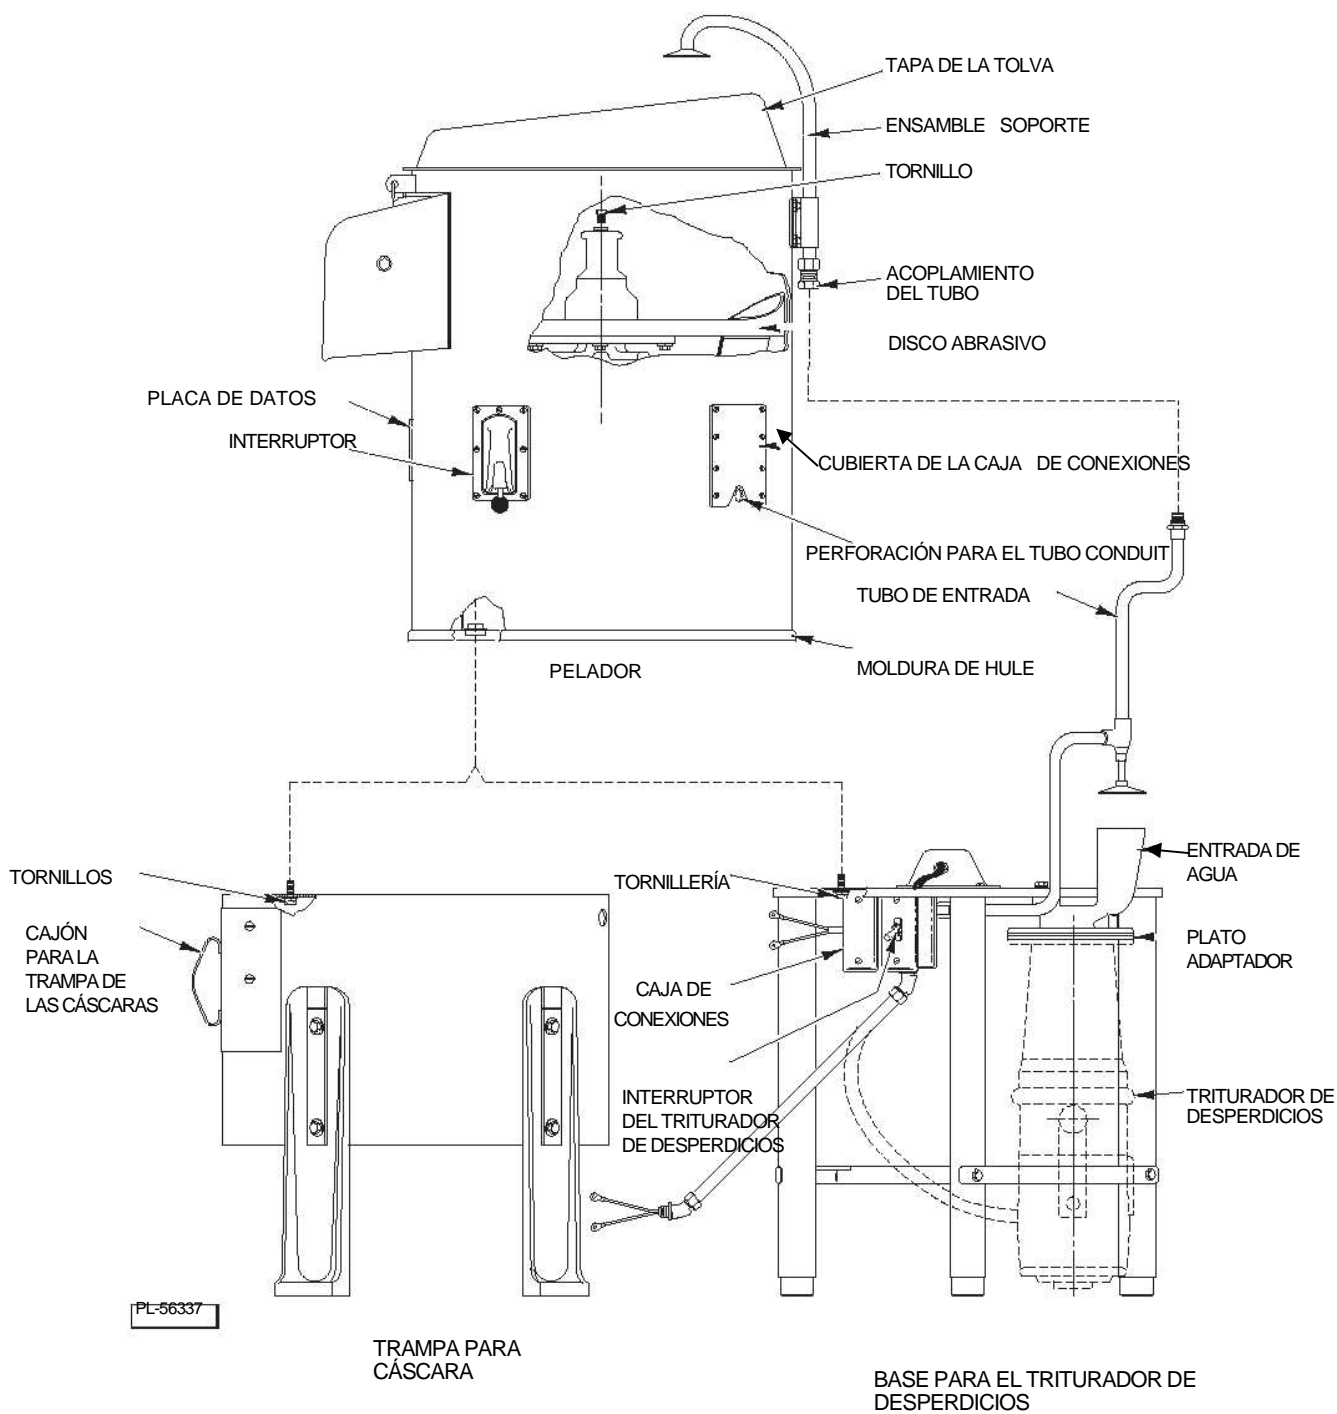

Fig. 1
#### UNIDAD DE PELADO (FIG. 1)
Será necesario quitar el cajón para la trampa de las cáscaras (Fig.1) para que haya suficiente espacio para unir las patas.
La bolsa de tela en el cajón para trampa de la cáscara tiene la tornillería (Fig. 1) necesaria para sujetar el pelador a la trampa.
La entrada de agua, el plato adaptador, los empaques y la tornillería que se necesitan para montar la base están ensamblados y empaquetados en una caja por separado. Vaya al manual de la base para el triturador de desperdicios y siga las recomendaciones. Quite los tres tornillos y las arandelas de la entrada de agua. Una la entrada de agua (Fig.1) y si es necesario, el plato adaptador (Fig.1) al triturador de desperdicios.
Coloque el pelador en la parte superior de la base para el triturador de desperdicios. Coloque la manguera de drenado del pelador en la perforación arriba del triturador de desperdicios. Atornille el pelador a la base (Fig.1) usando la tornillería que viene la bolsa de tela a la base para el triturador de desperdicios. Si lo desea, la base para el triturador de desperdicios puede atornillarse al piso.
Usando las tuercas y los empaques, una el tubo de llenado y el ensamble soporte (Fig.1) al pelador. Conecte el suministro del agua fría al acoplamiento del tubo de llenado de ½" (Fig. 1).
Usando las tuercas y los empaques, una el tubo de llenado y ensamble soporte (Fig.1) al pelador. Conecte el tubo de entrada del agua (Fig.1) al acoplamiento del tubo de llenado ½" (Fig.1) Conecte el otro extremo del tubo de entrada del agua a la válvula de llenado, que está colocada en la base para el triturador de desperdicios. Conecte la línea del suministro del agua fría a la válvula de llenado, que tiene una conexión hembra de 3/8"-18 Rosca americana cónica para tubos (NPS, por sus siglas en inglés).
Antes de realizar alguna conexión eléctrica, revise las especificaciones de la placa de datos del equipo (Fig. 1) y del triturador de desperdicios (si aplica) para asegurarse que estas concuerdan con las del suministro eléctrico.
Si desea cambiar el interruptor (Fig.1) o el temporalizador al otro lado de la tolva de descarga, simplemente quite los tornillos que unen el interruptor o el temporalizador y las tapas. Intercambie el interruptor o el temporalizador y las tapas y atorníllelos.
La perforación 7/8" para tubo conduit (Fig.1) está en el alojamiento del pelador para tubo conduit eléctrico de 1/2". Retire la tapa de la caja de conexiones (Fig.1), haga las conexiones eléctricas y vuelva a colocar la tapa.
Se proporciona una caja de conexiones separada (Fig. 1) para hacer las conexiones del triturador de desperdicios.
Vacíe el producto en la tolva. Debe haber espacio en la tolva para que el producto gire cuando se esté haciendo el pelado. No sobrecargue el pelador, ya que tiene capacidad de 13.5 a 15 kg máximo para los modelos 6430 y 6430T y de 22.5 a 27 kg para los modelos 6460 y 6460T. Abra el suministro del agua. En los equipos con triturador de desperdicios, prenda el interruptor del triturador(Fig. 1) que abrirá la válvula.
El pelador debe limpiarse después que se haya completado la operación de pelado. Luego que se haya terminado esta operación y antes que la tolva se seque, abra la toma de agua o prenda el triturador de desperdicios, si el equipo cuenta con esta pieza, y enjuague el interior de la tolva. Cierre la toma del agua (o apague el triturador de desperdicios). Gire la tapa de la tolva en el sentido contrario a las manecillas del reloj, levántela para sacarla y límpiela. Levante el disco abrasivo (Fig.1) que no está sujeto al eje y límpielo con un cepillo y jabón suave. Lave el alojamiento que está debajo del disco abrasivo con jabón suave y agua.
**NOTA:** Si el disco abrasivo está pegado y no puede sacarlo, afloje los tornillos de cabeza hexagonal (Fig.1) de la parte superior del soporte del disco y enrosque el tornillo más largo (como el 5/16"- 18 x 1- 1/2") hasta que se afloje el disco.